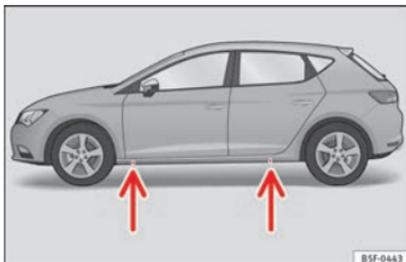

Abb. 186 Querträger: Marken.
- Suchen Sie die Markierung (Eindrückung) am Schweller, die dem zu wechselnden Rad am nächsten liegt »» Abb. 186. Hinter der Markierung befindet sich am Unterholm der Aufnahmepunkt für den Wagenheber*.